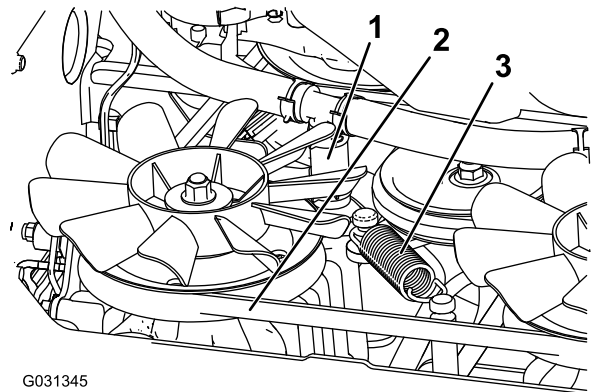

Bild 74
5. Entfernen Sie den unteren Hydraulikschlauch (Bild 74).
6. Entfernen Sie die Spannfeder (Bild 74).
7. Nehmen Sie den Fahrtriebsriemen von der Kupplung und dem Kupplungsanschlag ab (Bild 74).